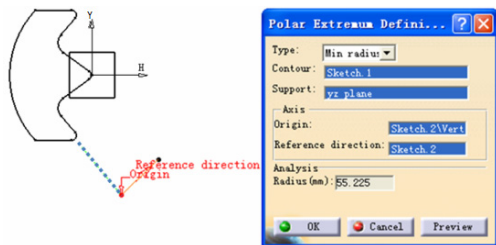

图 4-59
» 步骤 01 打开“4_08_Extremum_3.CATPart”文件，单击如图 4-15 所示工具条中的“极坐标极值点”图标，弹出 Polar Extremum Definition 对话框，如图 4-59 所示。单击平面草图，将其输入到 Polar Extremum Definition 对话框的 Contour (轮廓) 文本框中；选择 xy plane 作为轮廓的辅助面，将其输入到 Support 文本框中。选择直线的下端，单击坐标系的原点，以直线的方向作为极坐标系的 Reference direction (参考方向)。Radius (半径) 或 Angle (角度) 极值的具体数值会显示在 Polar Extremum Definition 对话框的 Analysis 选项组中。
- Min radius: 选中该选项时，将在轮廓 (Contour) 上创建与极坐标原点距离最小的点，如图 4-59 所示。